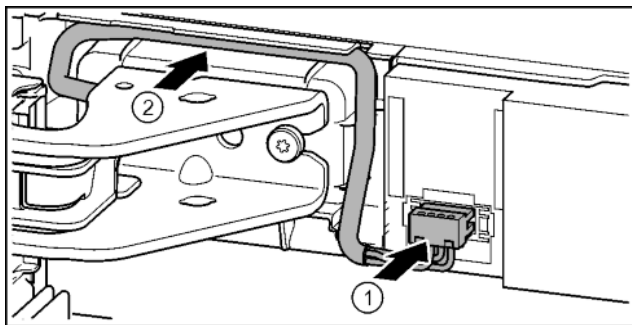

Fig. 36
- ▶ Stekker boven bovenste lagerbus vastklikken en de kabeldraad voorzichtig in de schacht plaatsen. Fig. 36 (1)
- ▶ Grijs kabel voorzichtig in de geleiding boven de bovenste lagerbus plaatsen. Fig. 36 (2)